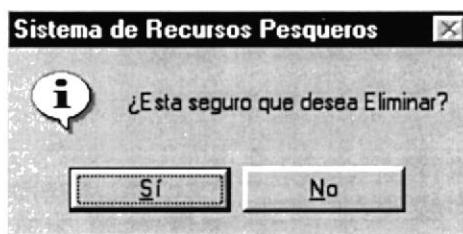

Figura 9.66 Mensaje de Eliminación
2. Nos aparece el siguiente mensaje (ver figura 9.66).